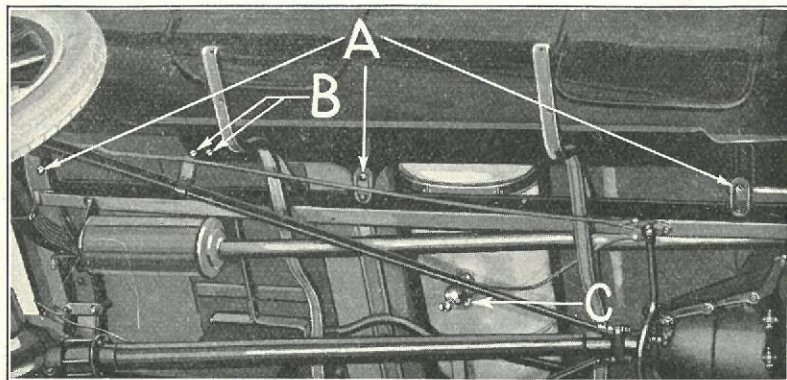

Fig. 12
- (a) Skru Møtrikkerne af de 6 Karosseribolte (3 paa hver Side af Automobilet, se Fig. 12-A).
Luk Hanen paa Slamsamleren under Benzintanken (Fig. 12-C).